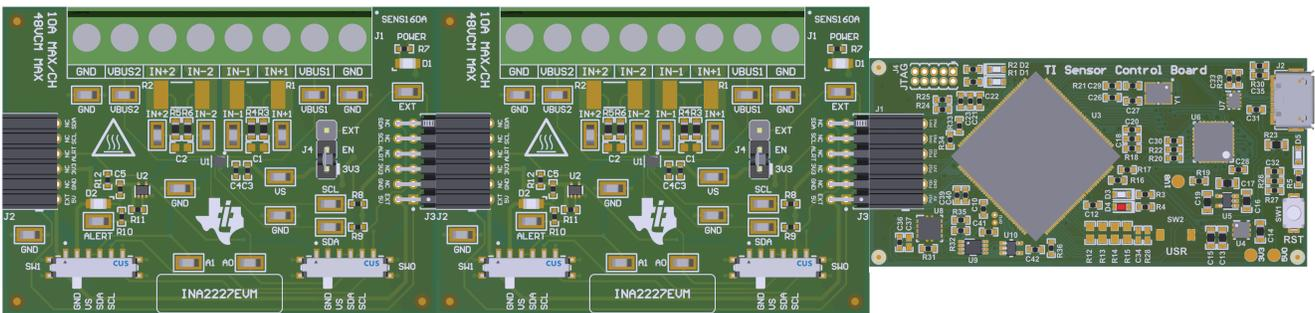

图 2-2. 多个 EVM 连接到 SCB 控制器
- 连接相同类型的多个 EVM 时，请参阅图 2-2。
如果使用多个 EVM，则如图 2-2 所示进行连接。确保对每个器件使用不同的地址。GUI 一次仅支持一个 EVM 和器件类型；总共最多四个 EVM。